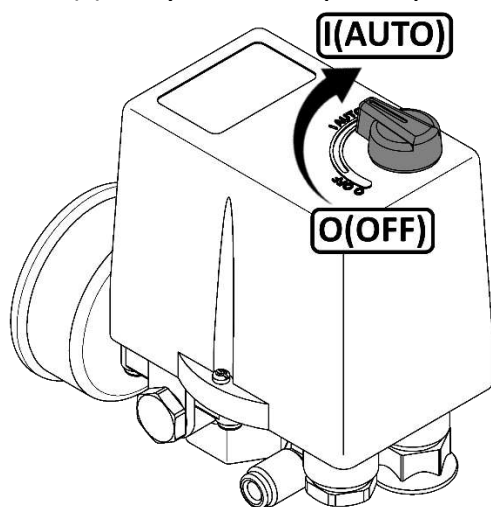

Рисунок 3
- Проверьте, чтобы выключатель на реле давления находился в выключенном положении "O" или "OFF", в зависимости от исполнения (рис. 3).
- Выключить компрессор выключателем **3** на реле давления (рис. 4-5). Для этого необходимо переключить выключатель в положение "**О**" или "**OFF**", в зависимости от исполнения (рис. 3). После этого остановится электродвигатель и произойдет сброс давления из нагнетательного воздухопровода и поршневого блока.
- Переключите выключатель **3** на реле давления в положение "**О**" или "**OFF**", в зависимости от исполнения (рис. 3).